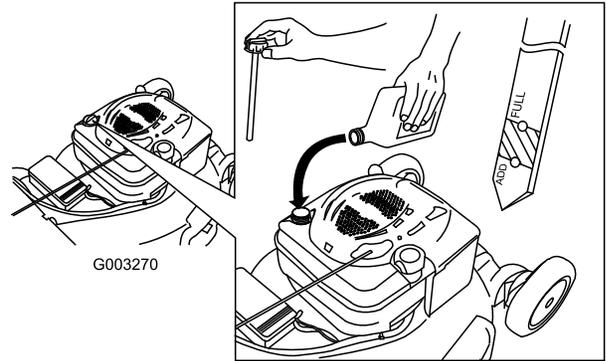

Bild 11
1. Nehmen Sie den Peilstab heraus und wischen Sie ihn ab. Stecken Sie ihn dann ganz ein (Bild 11).
2. Nehmen Sie den Peilstab heraus und prüfen Sie den Ölstand (Bild 11). Wenn der Ölstand unter der Nachfüll-Marke ist, gießen Sie **langsam** Öl in den Einfüllstutzen, um den Ölstand auf die Voll-Marke am Peilstab anzuheben. **Füllen Sie nicht zu viel ein.** (Max. Füllstand: 0,59 l des Typs: Waschaktives SAE 30W-Öl mit der Klassifizierung SF, SG, SH, SJ, SL oder höher durch das American Petroleum Institute (API).)